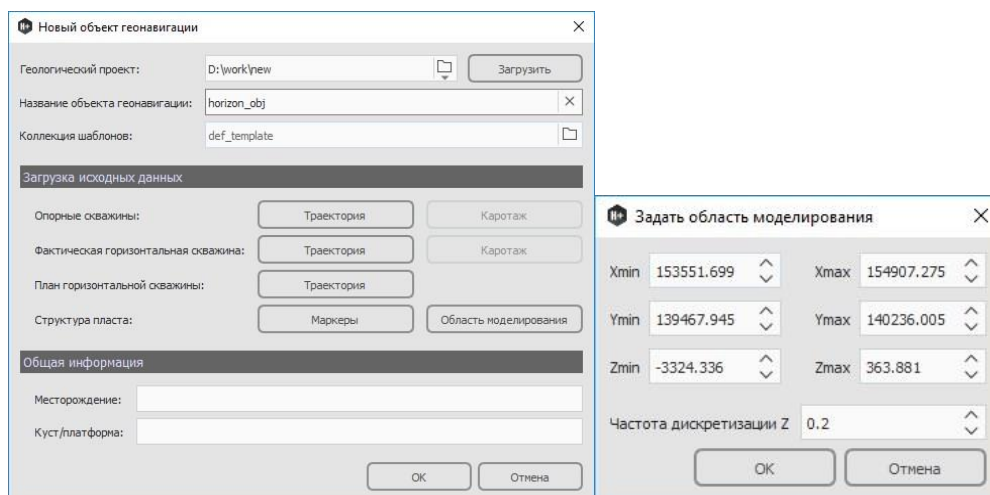

Рисунок 2. Мастер создания объекта геонавигации и задание области моделирования
- 2) В окне мастера (Рисунок 2) можно быстро загрузить все необходимые данные для работы: траектории и каротажи фактической и опорных скважин, плановую траекторию, а также маркеры.